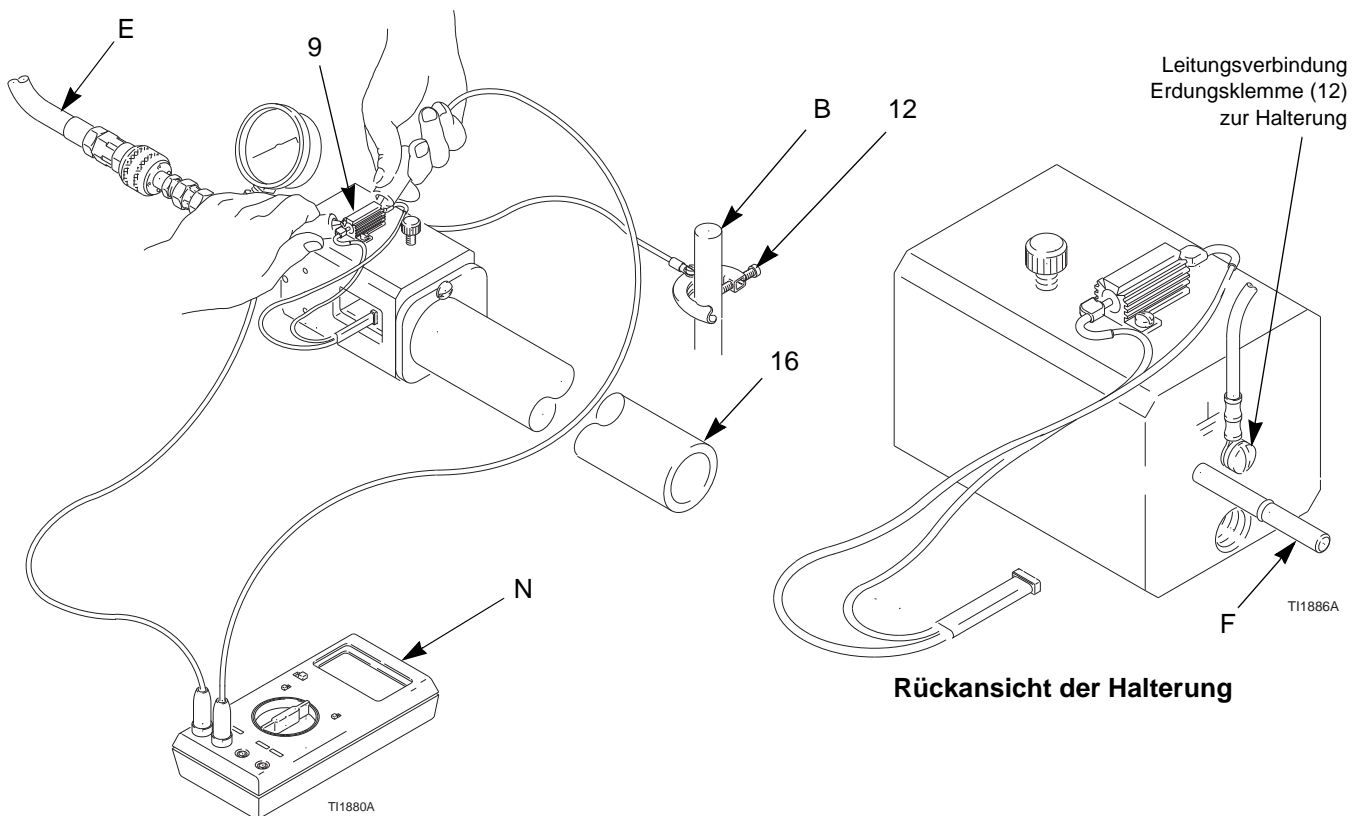

Abb. 4. Testen des Turbinengenerators
7. Die Erdungsklemme der Halterung (12) an die Erde (B) anschließen. Siehe ABB. 4.
8. Druckluftleitung (E) an der Halterung anbringen. Luftdruck auf 26 psi (1,8 bar, 0,18 MPa) einstellen.
9. Messen Sie den Wechselspannungsausgang des Turbinengenerators mit einem Voltmeter (N), indem Sie über die Halterungsanschlüsse (9) messen - siehe ABB. 4.
10. Abdeckung vom Messfühler entfernen (16).
11. 3-Pin Stecker (j) ausstecken und Verriegelungsschrauben (8) lösen. Den Turbinengenerator mit der Kolbenstange (F), die an der Rückseite der Halterung befestigt ist, hinausdrücken.
12. Generatorspule testen durch Messen des Widerstands zwischen den beiden äußeren Anschlüssen des 3-Pin-Steckers (K) mit einem Multimeter. Der Widerstand sollte 2-6 Ohm betragen.